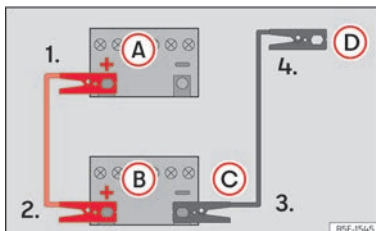
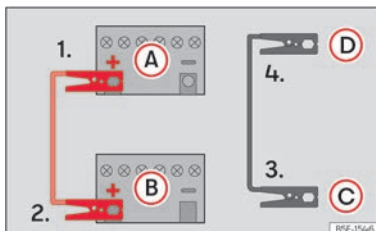

Abb. 153 Anschlussplan für Fahrzeuge ohne Start-Stopp-System.
Abb. 154 Anschlussplan für Fahrzeuge mit Start-Stopp-System.
Starthilfekabel nur in folgender Reihenfolge anklemmen 1 > 2 > 3 > 4 » » (Abb. 153), » » (Abb. 154).
2. Klemmen Sie ein Ende des roten Starthilfekabels an den Pluspol + des entladenen Fahrzeugbatterie (A).
3. Klemmen Sie das andere Ende des roten Starthilfekabels an den Pluspol + des stromgebenden Fahrzeugs (B).
kabels (C) an den Minuspol — des stromgebenden Fahrzeugs » » (Abb. 153) an.
Fahrzeuge mit Start-Stopp-System: Klemmen Sie ein Ende des schwarzen Starthilfekabels (C) an einen geeigneten Masseanschluss, ein massives, fest mit dem Motorblock verschraubtes Metallteil oder an den Motorblock selbst » » (Abb. 154).
5. Klemmen Sie das andere Ende des schwarzen Starthilfekabels (D) im Fahrzeug mit der entladenen Batterie an einen geeigneten Masseanschluss, an ein mit dem Motorblock verschraubtes, massives Metallteil oder an den Motorblock selbst, aber so weit wie möglich von der Batterie entfernt an.